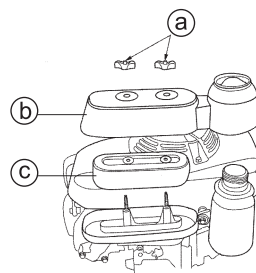

Fig. 29
9.5 Filtre à air (Voir Fig. 29)